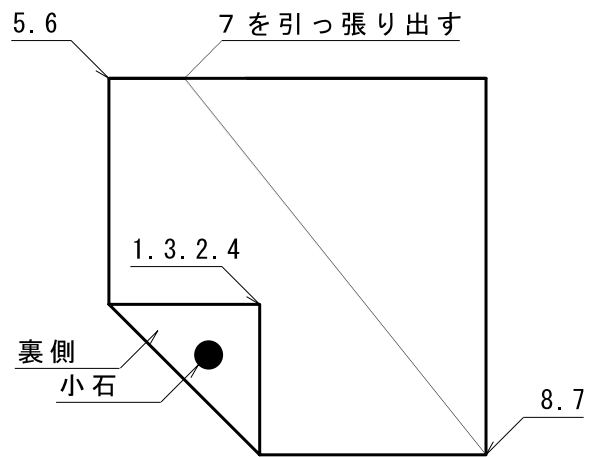
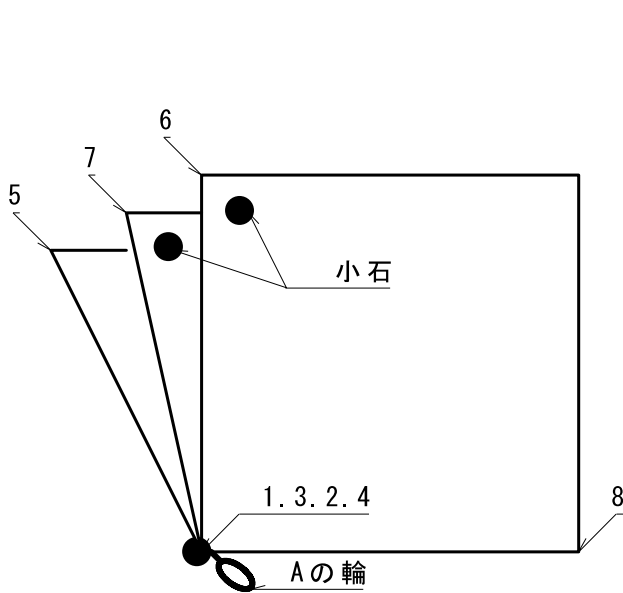
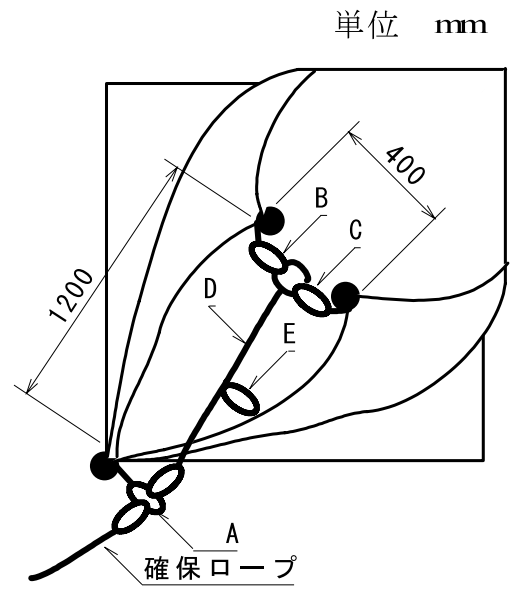

図2 Aの輪の作成
図3 ABCの輪の作成
図4 完成図
- イ. 1・3と2・4を合わせて、また5と6を合わせて4つ折りにし1・3・2・4の裏側に小石（直径7cm程度）を入れて（図2）ロープ（2.4m）に輪を作つて結ぶ（図3）（写真1、写真2）
- ウ. 7を中から5・6の側へ引っ張り出し（図2）6と7に小石を入れて（図3）ロープ（2.4m）に輪を作つて結ぶ（図4のBとC）（写真2、写真3）
- エ. ロープD（3.4m）でEの輪を作り、Aの輪およびBとCの輪をもやい結びでつなぐ（図4）（写真4）